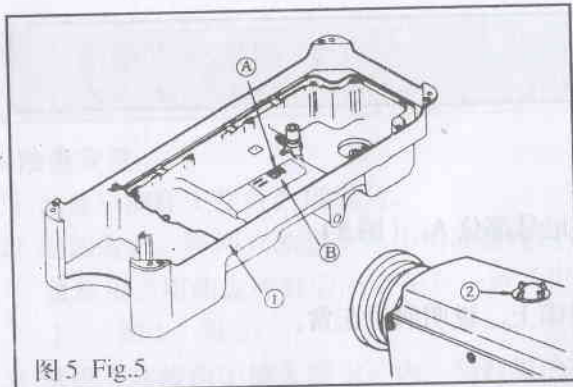
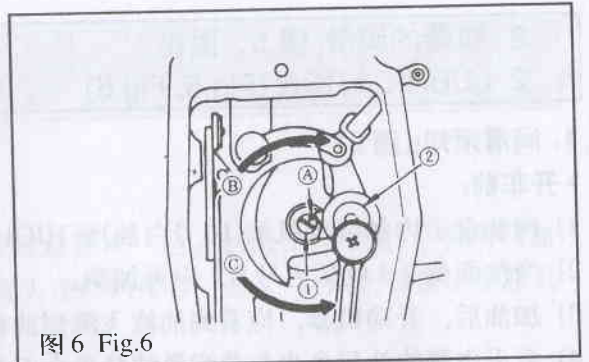

图5 Fig.5
图6 Fig.6
2. 机器的润滑(图 5、图6)
2. LUBRICATION (Fig.5, Fig.6)
1. 润滑须知:(图 5)
- 1) 向油盘①内加缝纫机油(10号白油)至 HIGH 记号部位 A。(图 5)
- 3) 加油后, 开动机器, 应看到油液飞溅到油窗②上, 说明润滑正常。
2. 调节面部油量:(图 6)
1. Information on lubrication (Fig.5)
2. Adjusting the amount of oil supplied to the face plate parts (Fig.6)